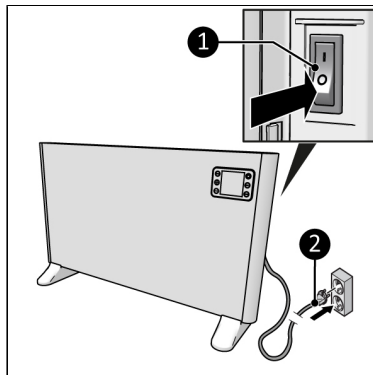

Abbildung 15.
2. Stellen Sie sicher, dass sich der EIN/AUS-Schalter in der AUS-Position befindet (Abbildung 15, Pos. 1).
3. Stecken Sie den Netzstecker (Abbildung 15, Pos. 2) in eine leicht zugängliche geerdete Steckdose. Verwenden Sie eine geerdete Steckdose mit einer Mindestleistung von 2500 Watt.